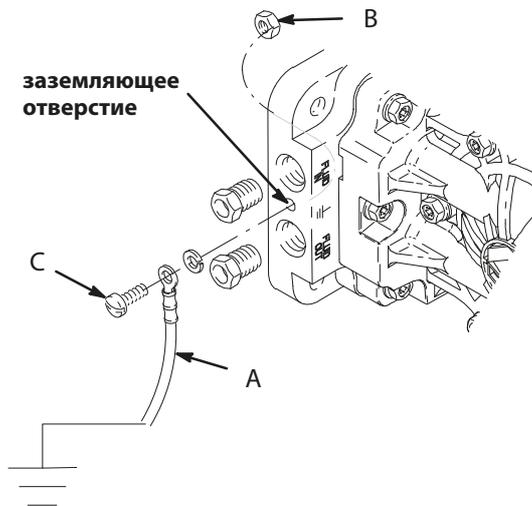

Рис. 1
*Насосы из полипропилена* и PVDF **не** проводят ток. При перекачивании токопроводящих легковоспламеняемых жидкостей **всегда** заземляйте всю гидравлическую систему, обеспечивая электрический путь к фактическому грунтовому заземлению. См. рис. 1. **Никогда** не используйте насос из полипропилена или PVDF с непроводящими ток горючими жидкостями согласно требованиям местных правил противопожарной безопасности.
**Насос.** Соедините провод заземления (A) и зажим, деталь № 222011. См. рис. 1. Точки заземления насоса находятся на коллекторе между впускным и выпускным отверстиями. Воспользуйтесь гайкой (B) и болтом (C), предоставляемыми вместе с насосом, и установите насос указанным ниже образом.